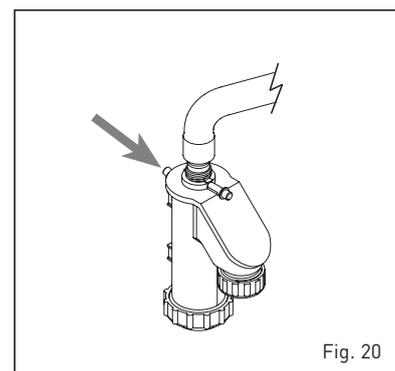

Fig. 20
#### 4.5 MANUTENZIONE (fig. 20)
**sifonato sia pieno d'acqua (verifica necessaria soprattutto quando il generatore rimane inutilizzato per un lungo periodo). L'eventuale riempimento si effettua dall'apposito imbocco (fig. 20).**